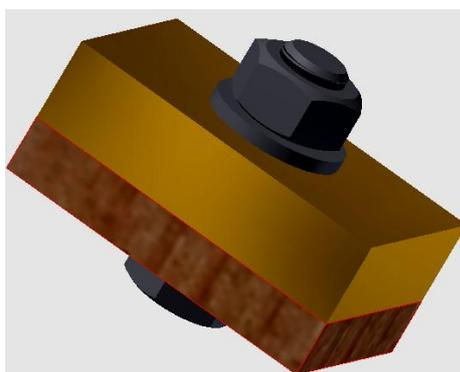

Рис. 75. Модель болтового соединения
9. Нажмите кнопку «Применить». Модель сборки примет вид, как на рис. 75.